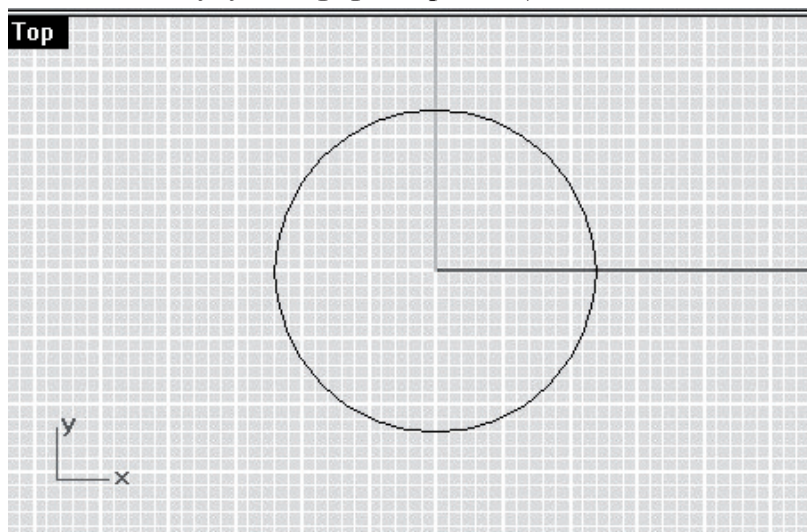

Рис. 55. Окружность
7. В окне Front строим будущую палочку из вершины яблока, линией, как в п. 1. В командной строке пишем `Pipe` и строим две окружности-сечения на концах кривой (будущей палочки), нажимаем `Enter` (рис. 55).
1. Создаем окружность Circle. Радиус выбран $R = 12$ для пропорционального вида будущей формы (рис. 55).